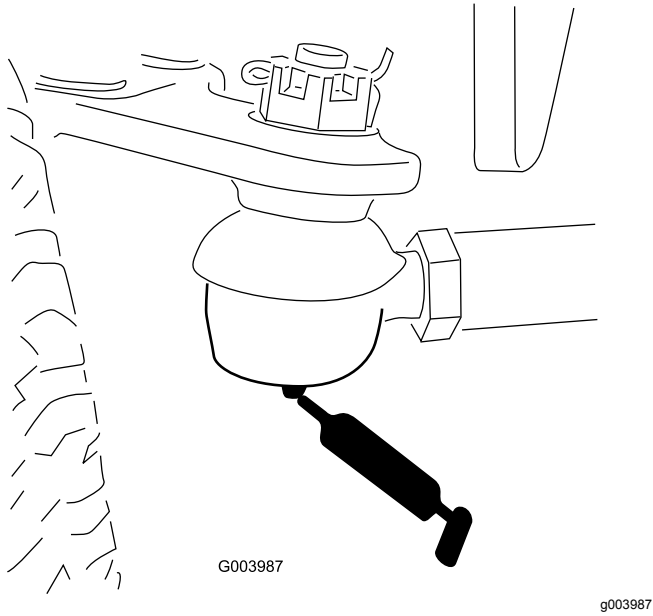

Figura 42
- Tirante del eje trasero (2) (Figura 42)